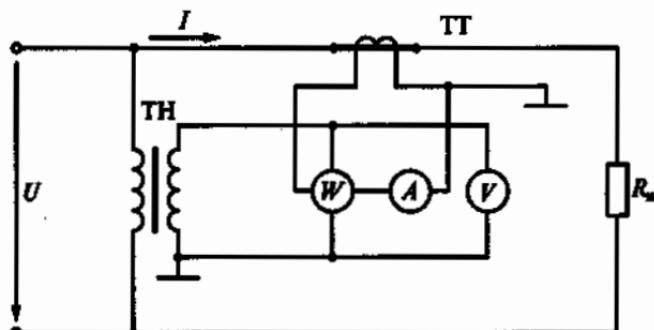

Рис. 179
6.53.Р. Какова цена делений ваттметра, амперметра и вольтметра в схеме, изображенной на рис. 179, если цена делений самих приборов соответственно $C_W = 10$ Вт/дел., $C_A = 0,5$ А/дел., $C_V = 1$ В/дел.; коэффициенты трансформации измерительных трансформаторов напряжения и тока соответственно $K_{TH} = 100$, $K_{TT} = 5$; $U = 9000$ В; $I = 90$ А, а шкала каждого прибора имеет 100 делений? (Указать неправильный ответ.)